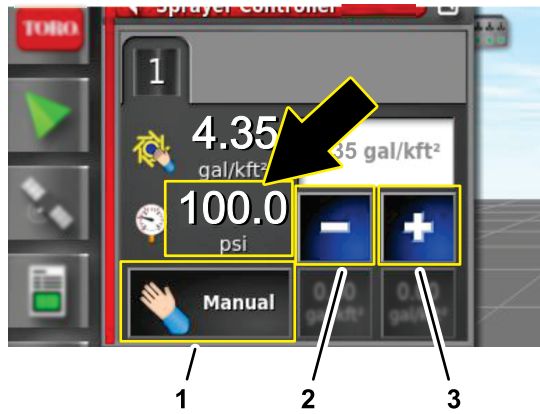

Рисунок 165
7. В диалоговом окне контроллера интенсивности опрыскивания нажимайте значок RATE CONTROL MODE (РЕЖИМ УПРАВЛЕНИЯ ИНТЕНСИВНОСТЬЮ ОПРЫСКИВАНИЯ), пока не будет отображен ручной режим (Рисунок 165).
8. Нажимайте значок пошагового уменьшения (-) или пошагового увеличения (+), чтобы отрегулировать давление в системе опрыскивания (Рисунок 165) на 6,9 бар (100 фунтов на кв. дюйм).